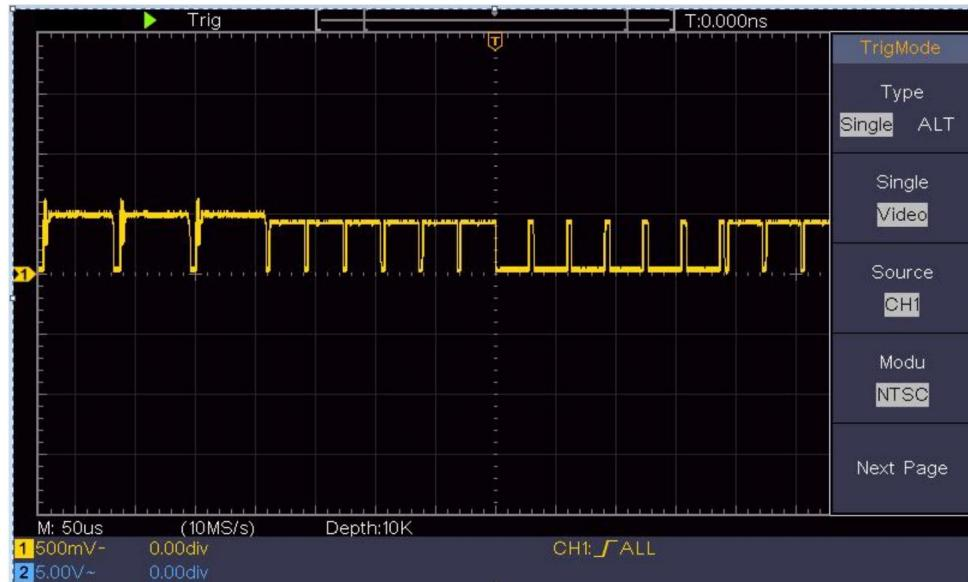

Abbildung 6-7 Vom Video Field Trigger erfassste Wellenform
- (1) Drücken Sie die **Trigger-Menü-** Taste, um das richtige Menü anzuzeigen.
- (2) Wählen Sie im rechten Menü als **Typ „Einzeln“ aus.**
- (3) Wählen Sie im rechten Menü „**Einzeln als Video**“ aus.
- (4) Wählen Sie im rechten Menü als **Quelle „CH1“ aus.**
- (5) Wählen Sie im rechten Menü als **Modu „NTSC“ aus.**
- (6)Drücken Sie im rechten Menü auf „**Nächste Seite**“ und wählen Sie „ Als Feld **synchronisieren**“ .
- (7) Drehen Sie die **vertikale Skala, die vertikale Position** und **die horizontale Skala** Knöpfe, um eine richtige Wellenformanzeige zu erhalten (siehe Abbildung 6-7).